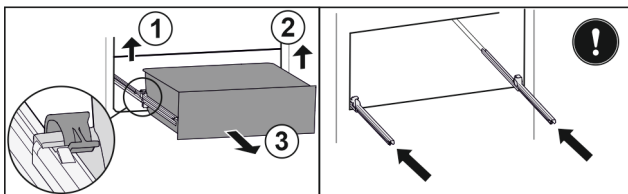

Fig. 113
- ▶ Linke Klemme anheben und gleichzeitig Schubfach links nach vorne ziehen. Fig. 113 (1)
- ▶ Rechte Klemme anheben und gleichzeitig Schubfach rechts nach vorne ziehen. Fig. 113 (2)
- ▶ Schubfach nach vorne entnehmen. Fig. 113 (3)